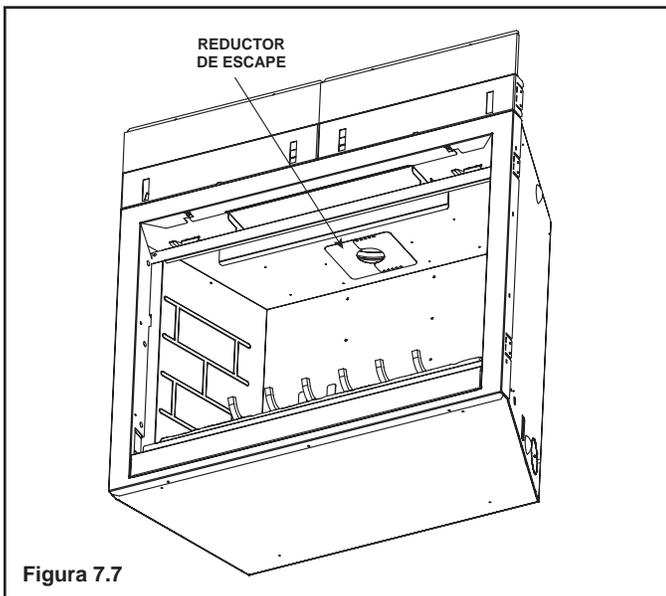
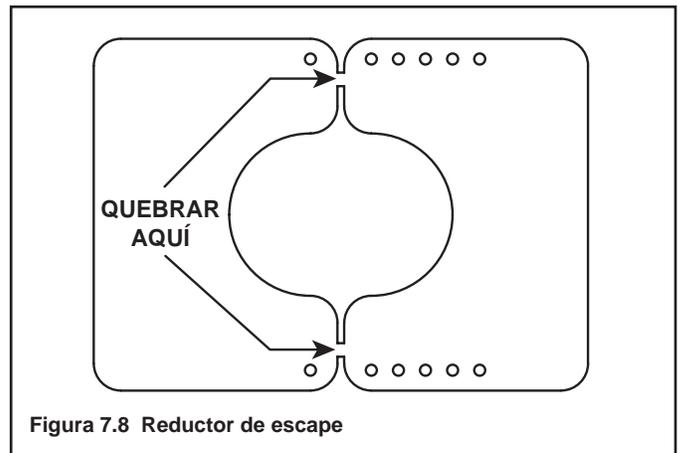

Figura 7.7
Figura 7.8 Reductor de escape
1. Ubique el reductor de escape (consulte la Figura 7.7). Quiembre el reductor de escape en dos partes. Usted puede hacerlo doblando la pieza de atrás para adelante hasta que se quiebre (consulte la Figura 7.8).